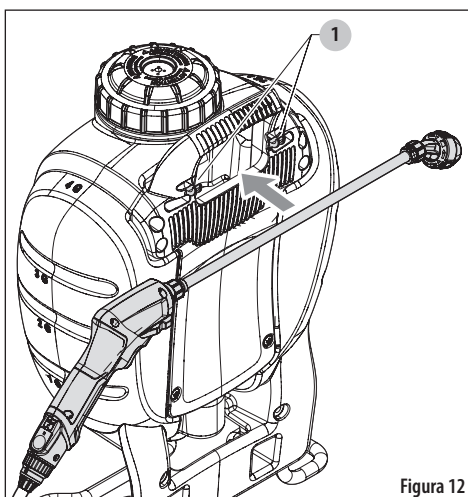

Figura 12
Hay clips de almacenamiento horizontal de la varilla (1) en la parte posterior del tanque con las que se puede fijar la varilla. Las presillas horizontales de la varilla ayudan con el almacenamiento ya que reducen el espacio necesario alrededor del pulverizador. Vea la Figura 12.